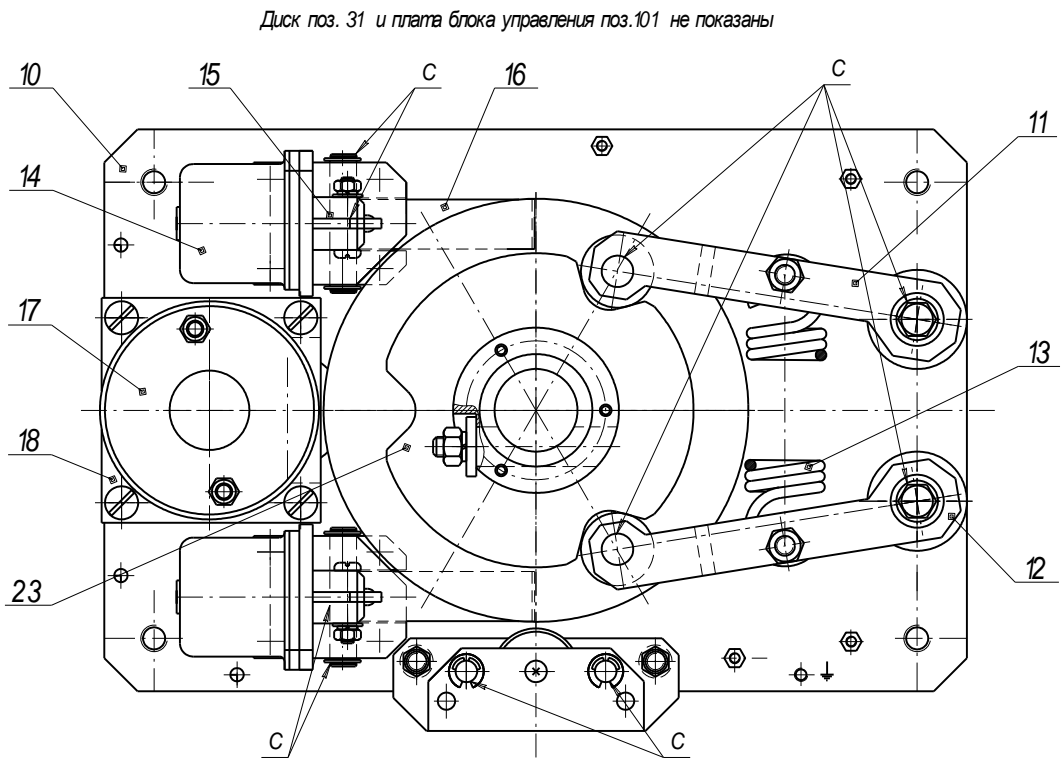

Рис.2
5.2 Агрегат турникета МПТ-5 (см.рис. 2) состоит из электродвигательного привода, механизмов фиксации, блокирования, а также устройства «Антипаника» и электронного блока управления БКТ-05, установленных на общем основании (10).
- смазка трущихся деталей механизмов турникета: места нанесения смазки (обозначены символом «С» на рис. 2, 3): подшипники и оси механизма доводки, оси толкателя, оси сочленения штоков и рычагов механизма блокировки, трибка и колесо последней ступени зубчатой передачи механизма демпфирования, в трипode - оси вращения штанг и собачек. Порядок нанесения смазки: поверхности деталей, подшипники и оси очистить от старой смазки, промыв их спиртобензиновой смесью, после чего смазать смазкой ОКБ-122-7 ГОСТ 18179-90.